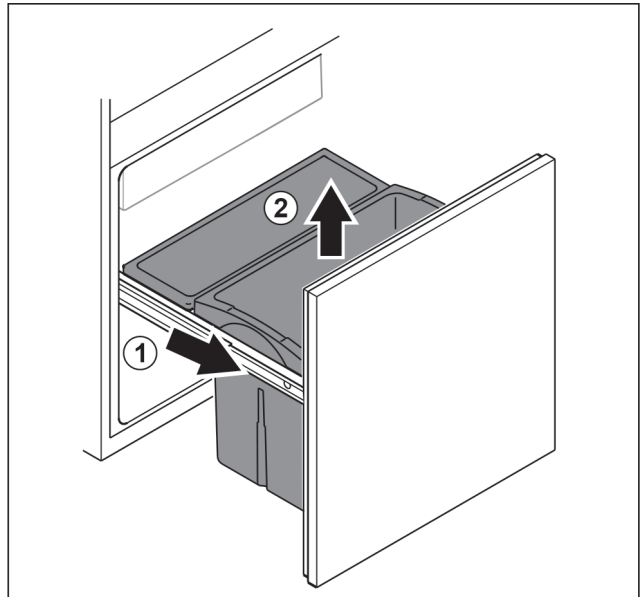

Fig. 89
- ▶ Vytiahnite vyťahovací vozík až na doraz. Fig. 89 (1)
- ▶ Odoberte zásuvku nahor. Fig. 89 (2)